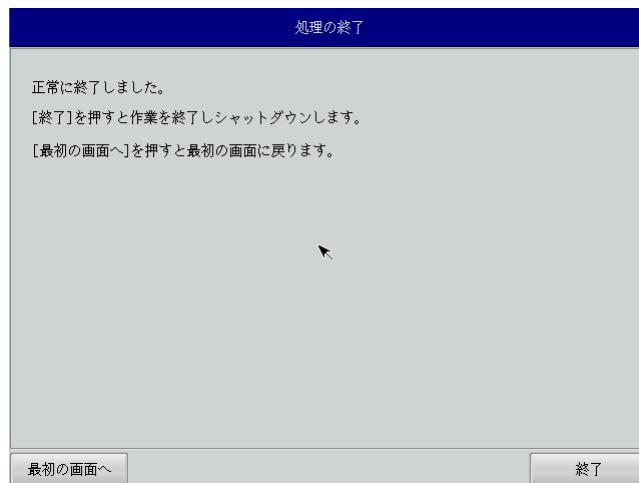

図6-4-6. 終了画面
- ⑪ 終了画面(図6-4-6)が表示されるとシステム復旧作業は完了です。[終了]ボタンを押して電源を落とし、DVDドライブ、保存メディアを外します。